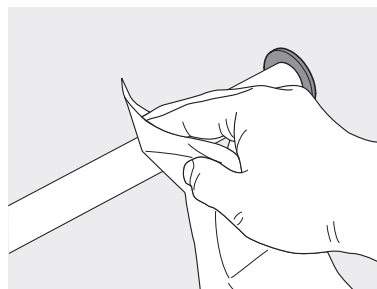

Fig. 16: Nettoyage
2. Avec un chiffon doux et sec, enlever avec précaution les salissures du support de marchandise (Fig. 16).